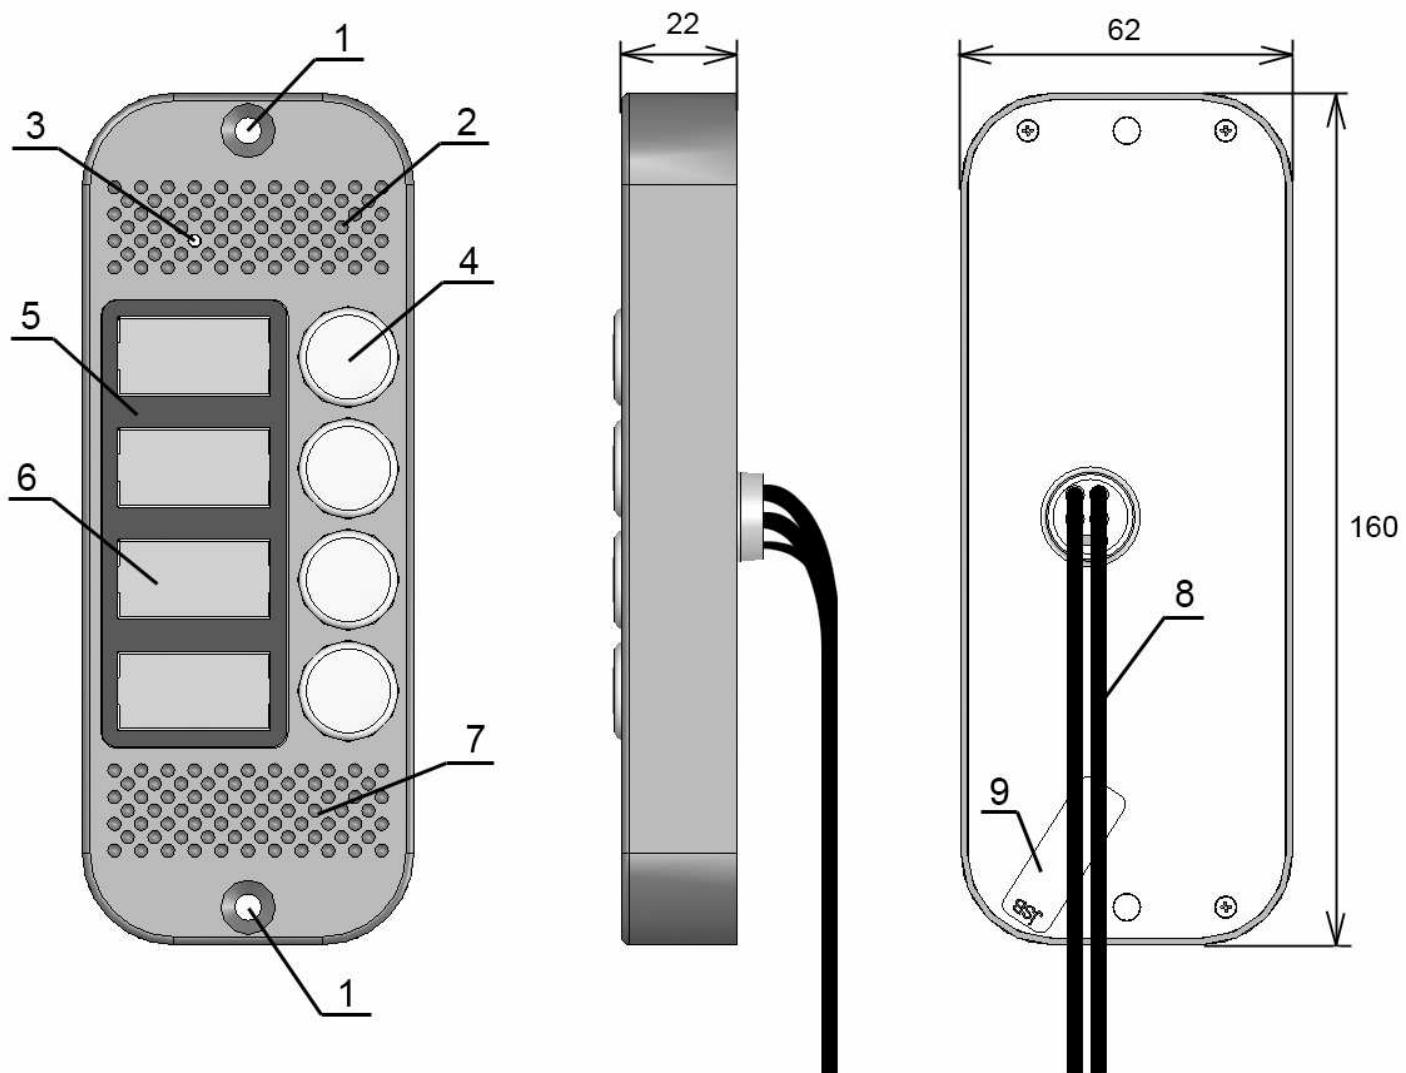

Рис. 1. Назначение основных узлов панели:
- 6) Распечатать обозначения абонентов на бумаге (номера квартир/офисов, наименование фирм и т.п., размер окон для обозначений 28x14 мм), вырезать, поместить их в окна (поз. 6 на рис. 1) и закрыть защитными стеклами, входящими в комплект поставки.